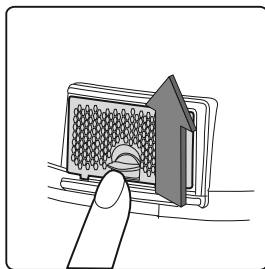

Рис. 20
- 1) Откройте крышку выпускного фильтра, подняв фиксирующий язычок вверх до упора. Вытяните её наружу (рис. 20).